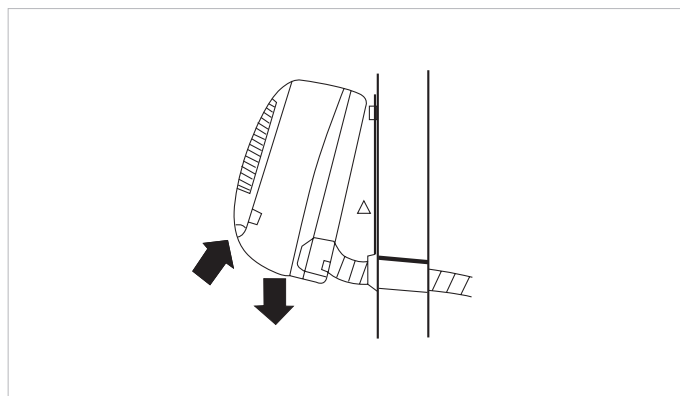

Fig. 9.9 Montage de l'unité intérieure
- Basculer la partie du bas de l'unité intérieure vers l'avant et insérer un outil auxiliaire (morceau de bois, par exemple) entre la plaque de montage et l'unité (cf. figure 9.9).